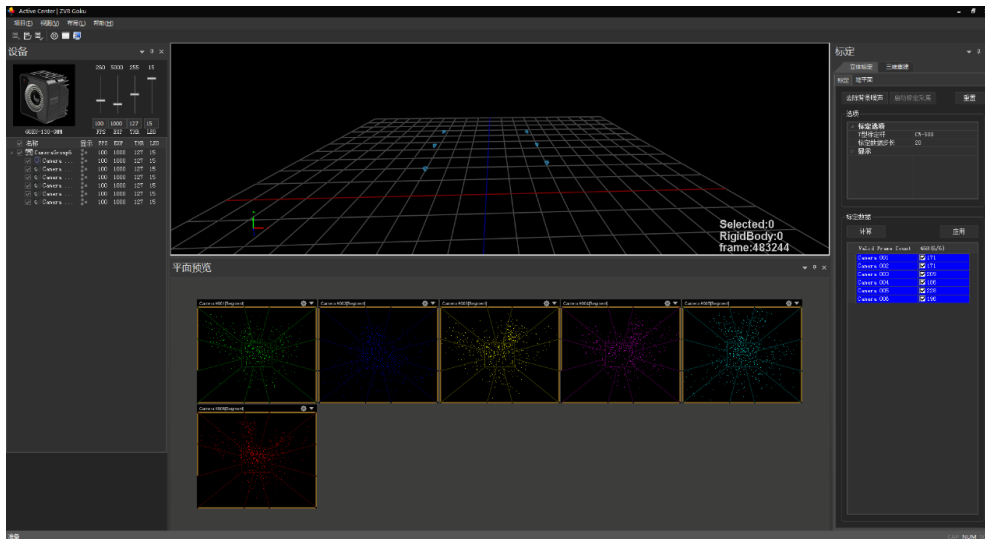

图 1.1.8 捕捉完成界面
(9) 挥杆时在平面预览框中每个相机界面有点存在。挥杆时尽量使红外光源均匀地 2 个及以上的相机捕捉到，持续挥杆，直到相机上的绿灯被点亮（有 1-2 个没被点亮也没关系），或者在标定数据框中每个相机显示蓝色。最好是相机的绿灯被点亮，这样效果会好点。达到以上效果后，停止挥杆，关闭标定杆电源，如图 1.1.8 所示